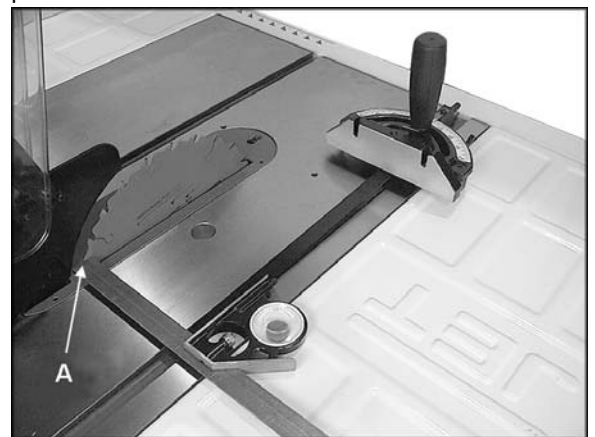

Рис. 27
- Вращайте отмеченный зуб к задней стороне пильного диска так, чтобы он остановился немного выше плоскости стола и используя угольник с линейкой проверьте, является ли расстояние к пильному диску тем же самым. См. рис. 27. Если расстояния не то же самое, сделайте отметку различия.